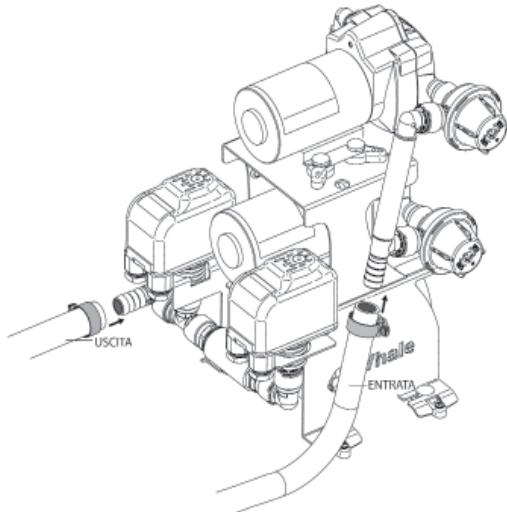

Figura 5c Attacco dell'impianto idraulico del sistema dell'acqua dolce
8. Manutenzione	Figura 5C
Fissare le tubazioni ai raccordi di entrata e uscita da $\frac{3}{4}$ " (19 mm) usando delle fascette per tubi flessibili adeguate. Entrata e uscita sono illustrate nella figura 5C. Non serrare eccessivamente.